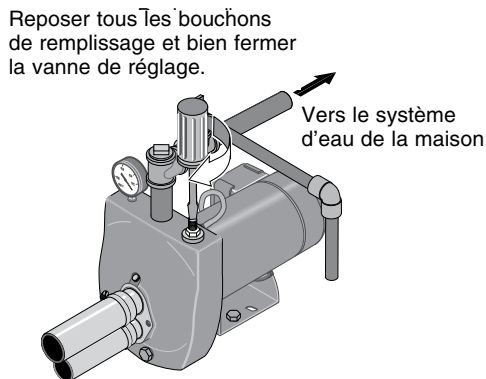

Figure 13 : Amorçage de la pompe
- 2 ° Reposer tous les bouchons de remplissage et fermer complètement la vanne de réglage (voir la Figure 13).